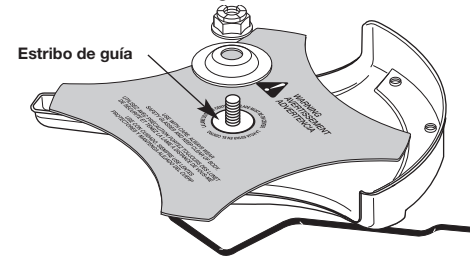

Fig. 14
2. Verifique que la cuchilla de corte esté centrada en el estribo de guía y quede plana contra el buje del eje de salida (Fig. 14).